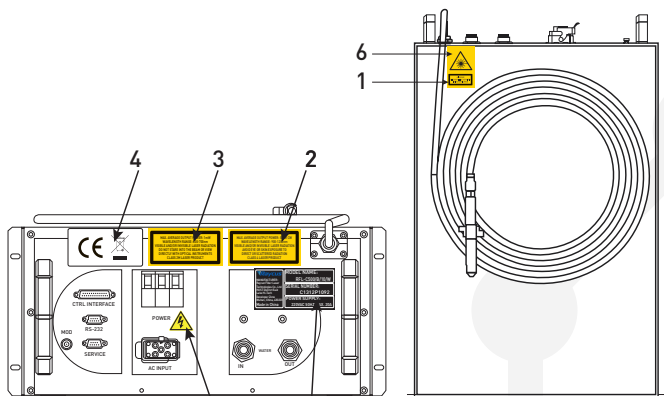

Рис.1 — Расположение маркировки
**ПРЕДУПРЕЖДЕНИЕ:** При работе с оборудованием обязательно нужно использовать защитные очки. Очки подбираются с учетом длины волн, излучаемых лазером. Проверьте маркировку станка (Рисунок 1) и соответствие защитного оборудования (например, корпуса, смотровых окон, защитных очков) выходной мощности и длине волны лазера.